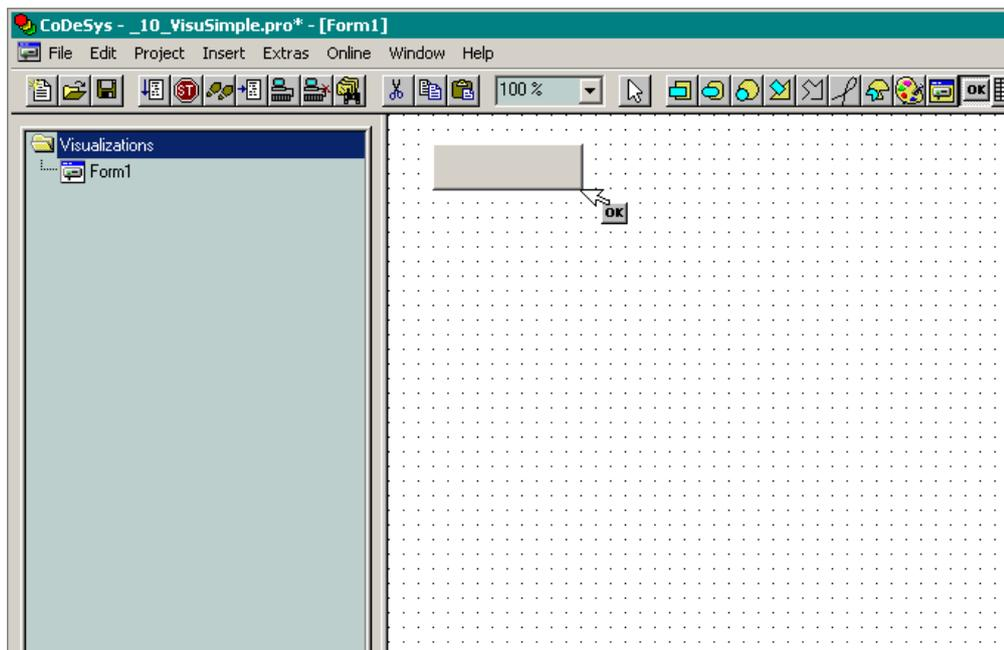

Рис. 60. Добавление новой формы
2. Выберите команду **Insert-Button** в главном меню или щелкните на пиктограмме  в панели инструментов, после чего нарисуйте кнопку в окне редактирования формы визуализации, как показано на рис. 60. Для этого нажмите левую кнопку мыши в точке формы, где должен быть расположен верхний левый угол кнопки, после чего, оставив левую кнопку мыши нажатой, переместите курсор в точку, в которой должен находиться правый нижний угол кнопки, и отпустите левую кнопку мыши.
3. Выберите команду **Insert–Button** в главном меню или щелкните на пиктограмме  в панели инструментов, после чего нарисуйте кнопку в окне редактирования формы визуализации, как показано на рис. 60. Для этого нажмите левую кнопку мыши в точке формы, где должен быть расположен верхний левый угол кнопки, после чего, оставив левую кнопку мыши нажатой, переместите курсор в точку, в которой должен находиться правый нижний угол кнопки, и отпустите левую кнопку мыши.